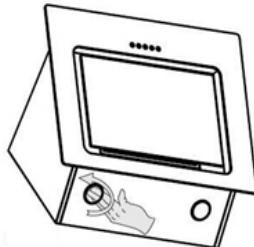

Figura 11A
- Premere forte con la mano sull'anello dell'unità di illuminazione; girare in senso antiorario per svitare l'unità di illuminazione ed estrarla dalla cappa. Vedere figura 11A.